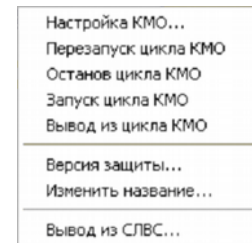
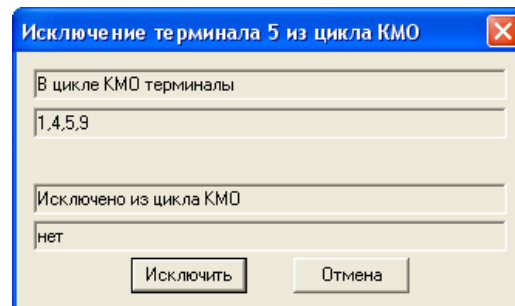
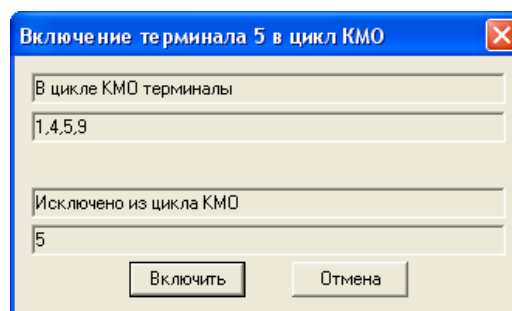

Рис. 34 Меню настройки
Рис. 35 Панель вывода терминала из цикла КМО
Рис. 38 Панель включения терминала в цикл КМО
После запуска программы «Монитор РЗА» и выбора терминала в списке панели доступа (см. рис. 11), двойным щелчком правой клавиши мыши открывается меню настройки, показанное на рис. 34. После выбора команды «Вывод из цикла КМО» появится панель вывода терминала из цикла КМО, показанная на рис. 35. В верхней строке панели дан список номеров терминалов входящих в цикл КМО, которые настроены в таблице списка терминалов КМО (см. рис. 16). В нижней строке – список номеров терминалов, выведенных из цикла КМО для проверок.
В меню настроек (см. рис. 34), по команде «Ввод в цикл КМО», вызывается панель включения терминала в цикл КМО, показанная на рис. 38.
4. снимается питание с терминала (при необходимости); отключается разъём Bbnet (при необходимости); перед отключением разъёма Bbnet необходимо вывести терминал из СЛВС ЧЯ по команде «Вывод из СЛВС» меню настройки (см. рис. 34).